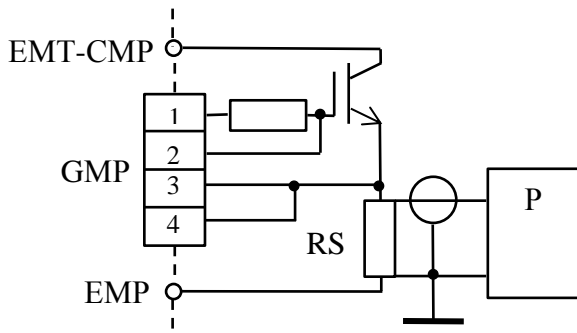
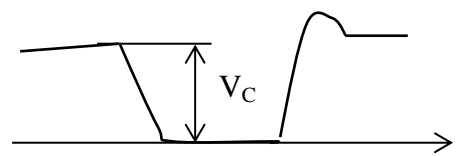
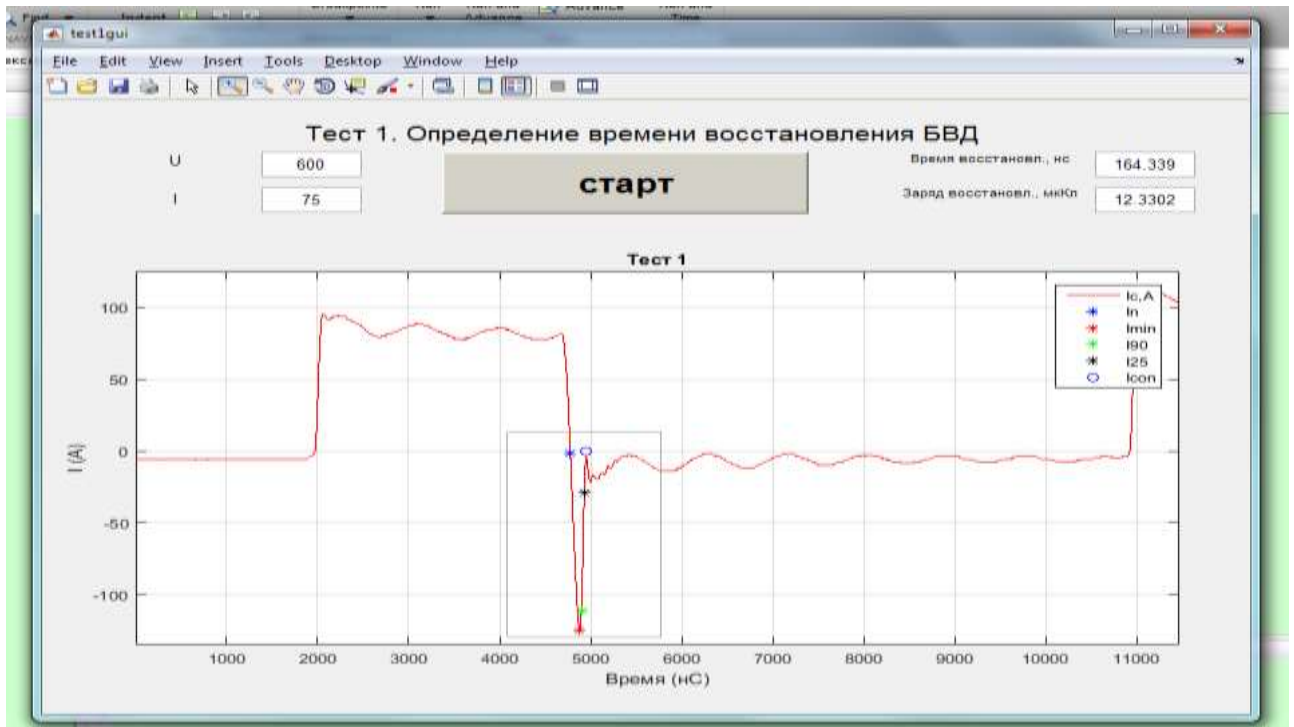
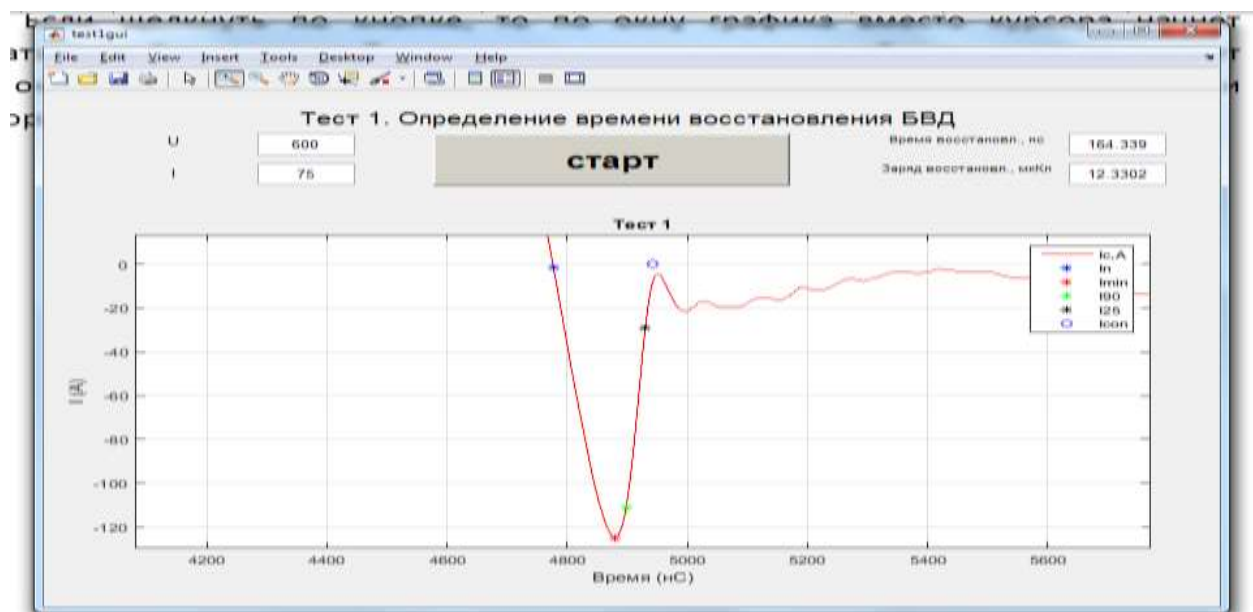

Рис. 8
Рис. 9
Рис. 18
Рис. 19
8.7. Калибровка задаваемого тока коллектора I_C БТИЗ проводится при выполнении измерений по программе **Test2** (подраздел 9.7). Токоизмерительный шунт с нормированным сопротивлением включается в цепь эмиттера БТИЗ (рис. 8). По осциллограмме тока БТИЗ (рис. 9) определяют напряжение V_C , рассчитывают ток коллектора по формуле $I_C = V_C/R_S$, где R_S – измеренное сопротивление шунта, и проверяют соответствие измеренного тока заданному с учётом допускаемой погрешности.
8.15. Проверка результата измерения тестером времени обратного восстановления БВД в маломощном режиме проводят при выполнении измерений по программе **Test3** (подразделы 8.9; 9.9). По осциллограмме тока определяют время обратного восстановления (см. ТЗ, рис. 8) и устанавливают соответствие полученного значения результату измерения тестером (рис. 18).
Если «щёлкнуть» по кнопке , расположенной на панели инструментов, то по окну графика вместо курсора начнёт двигаться изображение этой иконки. Эта иконка выделяет область и разворачивает её в окне графика. В развёрнутой области можно выделить ещё одну область и повторно увеличить её. И так многократно. На рис. 18 показано выделение области, а на рис. 19 ре-